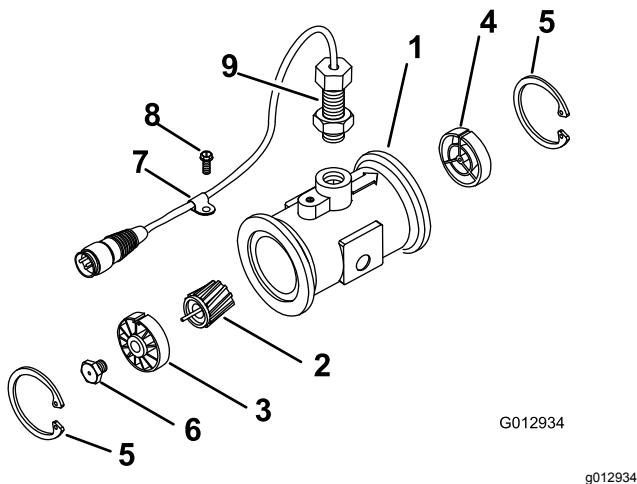

Bild 60
3. Entfernen Sie den Haltering an der vorgeschalteten Seite (Bild 60).